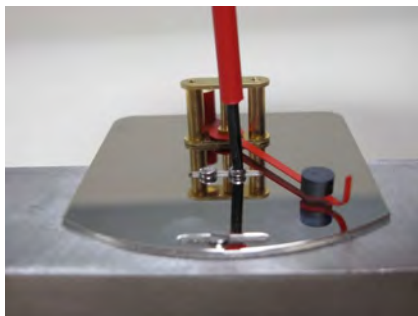

Abb. 63
- 13.** ➤ Anzeige-Bodenplatte auf Gerätekörper legen und die Befestigungsschrauben soweit eindrehen, dass sich diese noch verschieben lässt (Abb. 63). Darauf achten, dass an der Langnut (Bereich Zeigerspitze) die Senkkopfschraube und im Bereich (Anzeige Mitte) die beiden Zylinderkopfschrauben eingesetzt werden